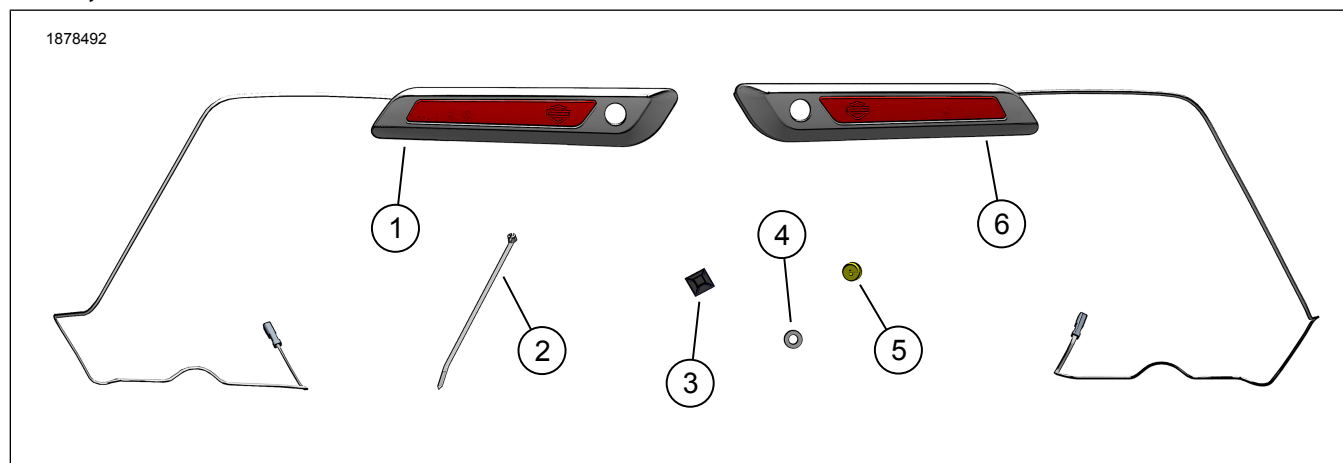
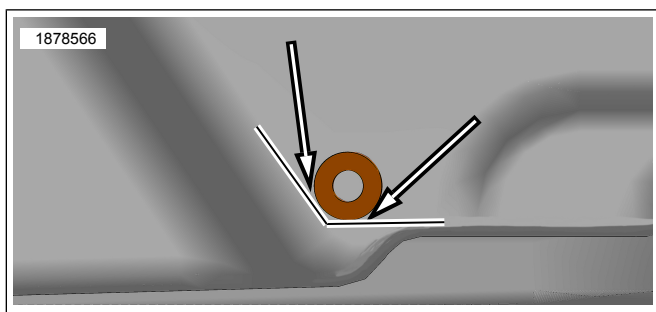
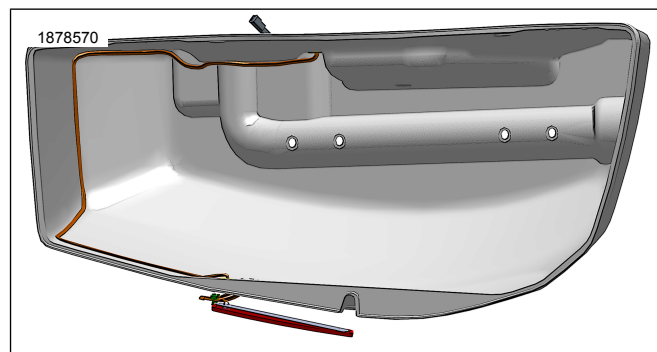

Figura 1. Conținut kit: Kit lampă de poziție laterală desagă
Figura 5. Locul de perforare a orificiului în partea inferioară a desăgii
Figura 6. Direcționarea cablajului
- b. Consultați Figura 1 și Figura 5 . Utilizați șaiba plată (4) din kit ca ghid de amplasare a burghiului, plasați șaiba plată pe suprafața desăgii, atingând raza din partea inferioară și laterală a nișei.
A se vedea figura 1. și A se vedea figura 6. Dirijați cablajul în interiorul desăgii, așa cum se arată, fixându-l cu curele de cablu (2) și ancore (3), după cum este necesar pentru a menține poziția cablajului.